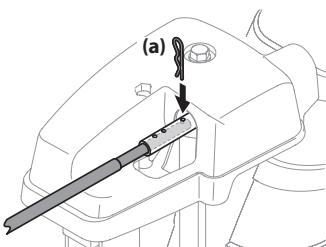

Figura 3-11
- Retire el pasador de chaveta (a) de cualquiera de los orificios más alejados del conjunto del canal en el conjunto de rotación del canal. Consulte la Figura 3-11.
- Empuje la varilla de control del canal hasta que el orificio de la misma quede alineado con el tercer orificio del conjunto de rotación del canal. Consulte la Figura 3-11.
- Vuelva a insertar el pasador de chaveta (a) a través de este orificio y la varilla de control del canal como se muestra en la Figura 3-11.